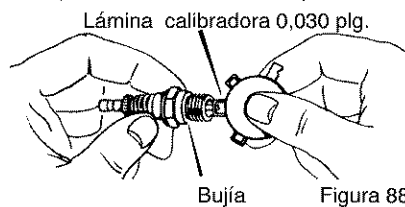

Figura 88
2. Asegúrese de que la bujía esté limpia y libre de materia extraña. Revise el entrehierro de los electrodos usando una lámina calibradora y si fuera necesario, restaure el entrehierro a 0,030 plg. Vea la Figura 88.